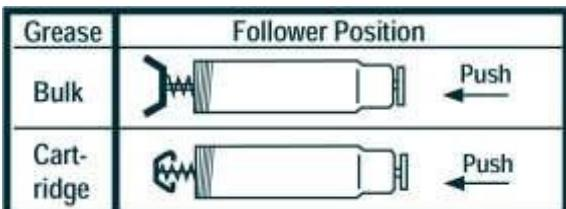

Fig 1
c) Siege de la bille du clapet (10) sale ou endommagé.	1) Enlever le clapet (10) 2) Nettoyer et inspecter tous les composants. Remplacer Le cas échéant Important - Enduire le filet du clapet de filet sealant.
d) Siège de la billie du corps de sortie (6) sale ou endommagé	1) Enlever le corps de sortie (6). 2) Démonter, nettoyer et inspecter tous les composants. Remplacer le cas échéant.
e) Joint torique (12) du piston usé ou endommagé.	Enlever la manette (20), Sortir le piston (13), Remplacer le joint torique (12).
c) Follower en position fausse pour la grasse en bloc	Si en utilisant la grasse en bloc, (See Fig 1)
Hinweis: Wählen Sie die korrekte Einsatzposition (Abb.1).